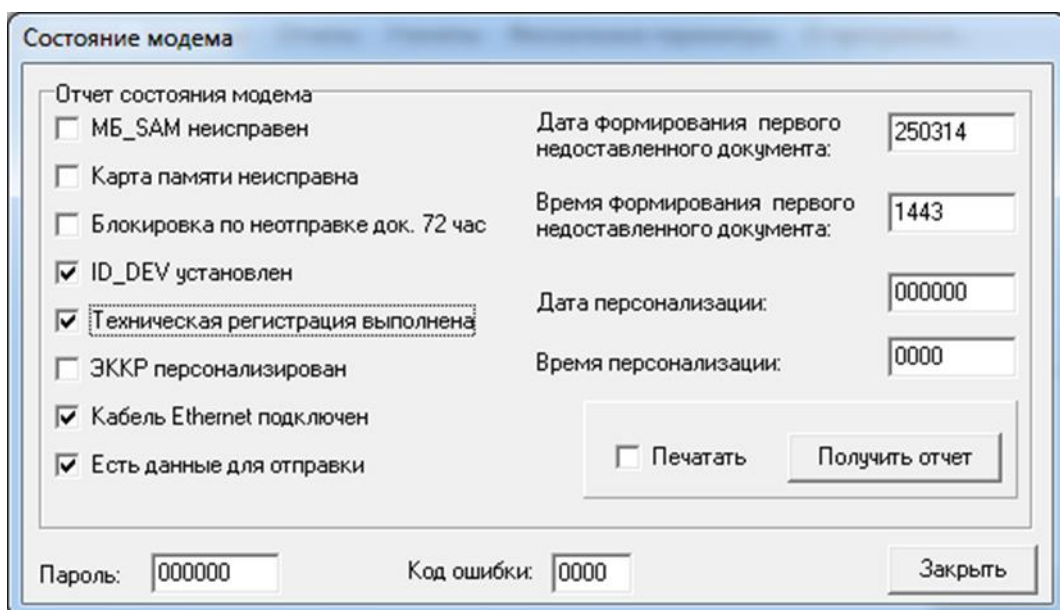

Рисунок 27
5.13 У вікні, що з’явиться перевірити пункти, відмічені позначками (рисунок 27).